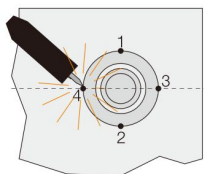

图 10-1
- ① 钻一个焊接转接件外径大小的孔，最大容差： $\pm 0.2\text{mm}$ ；
- ② 沿 4 个安装点安装转接件（如图 10-1 所示）注意安装的顺序。对于 G1"，要沿着 8 个安装点进行安装（如图 10-2 所示）；
- ③ 拧入焊接适配件；